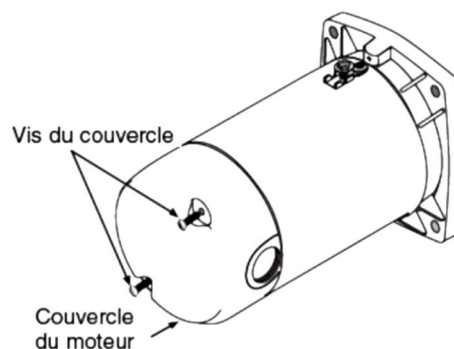

Figure 3 - Dépose du couvercle du moteur
- Si la source d'alimentation est de 115 volts, retirez le couvercle de jonction du moteur (Figure 3)